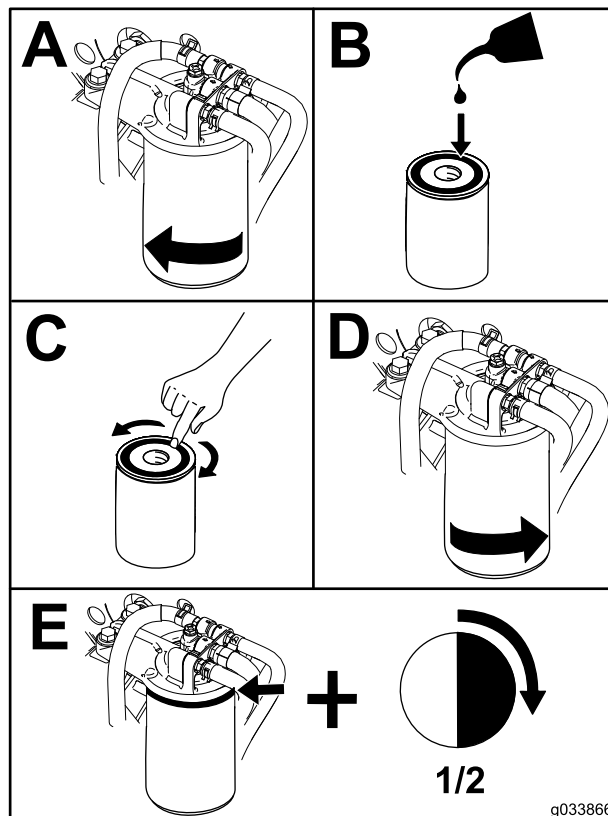

Figura 57
1. Limpie la zona alrededor del cabezal del filtro (Figura 57).